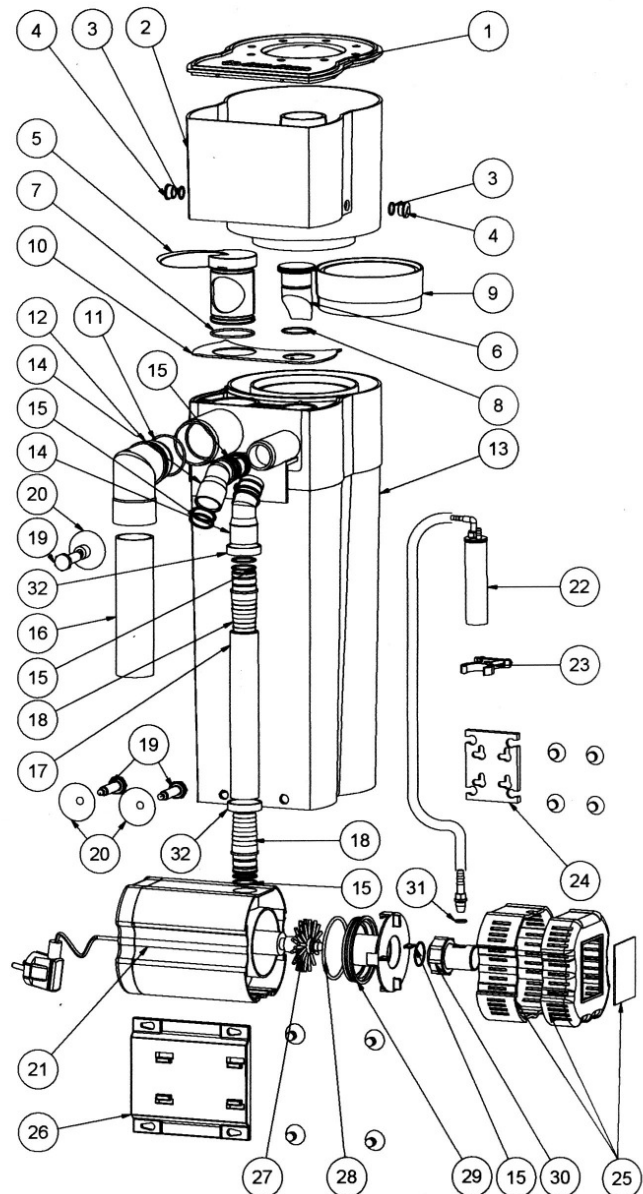

Рис. 1: Turboflotor Blue 3000
Диспрегаторный насос флотатора забирает воду либо непосредственно из аквариума, либо из фильтра, смешивает её с воздухом, который поступает в помпу из-за низкого давления внутри неё, и приготавливает смесь из мельчайших пузырьков при помощи специальной игольчатой крыльчатки от АВ Aqua Medic. Эта смесь подается в реакторную трубу, где на внутренней поверхности пузырьков откладываются органические элементы. Воздушно-водяная смесь преобразовывается в пену, которая собирается в коробке. Очищенная вода вытекает из флотатора сверху и через патрубок (рис.1, 12) поступает в аквариум или в фильтр.
Соберите флотатор согласно рис. 1. Теперь его можно просто повесить на край аквариума. Для этого выберите хорошо доступное, но защищённое место – сбоку или с обратной стороны аквариума. Помпа (21) соединяется с патрубком (17), причём шланг должен быть как можно короче, чтобы помпа находилась как можно ближе к поверхности воды. Закреплять помпу на стекле необязательно, она может просто висеть на шланге. Если насос опустить глубже, то уменьшится количество засасываемого воздуха, а количество воды возрастёт. Это приведёт к образованию более мокрой и мелкой пены. На воздушную дюзу помпы одевается шланг (6 мм, рис. 1, 30). Шланг следует вывести выше уровня воды, таким образом, чтобы в него поступал воздух и можно было одеть глушитель (22). Глушитель закрепляется на пластине и размещается снаружи выше уровня воды.
Установка снаружи контейнера происходит точно также, как описано выше. Флотатор закрепляется на краю контейнера. Если контейнер слишком низкий, флотатор можно установить рядом на полу. Если же уровень воды в контейнере слишком низок или недостаточно места для установки, то на выпускающий патрубок надевается удлинитель (рис.1, 12) и вода подается прямо на уровень зеркала воды. Это уменьшает шум и разбрызгивание воды. Диспрегаторный насос устанавливается в контейнере таким образом, чтобы он находился непосредственно под уровнем воды и шланг от него к флотатору был как можно короче. (рис.4). Для того, чтобы помпа не работала всухую рекомендуется применять системы контроля уровня (например, aquaniveau или Niveaumat))